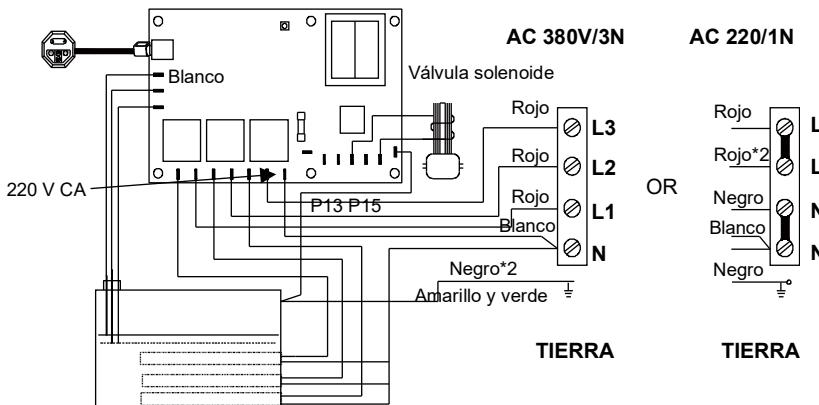

Figura 5: Figura de conexión del generador de vapor
5. La figura muestra el cableado del controlador de la serie ST (Figura 5).